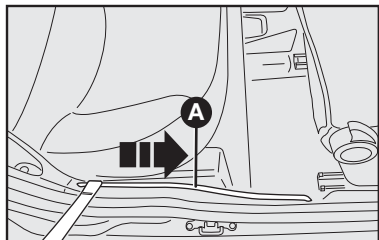

fig. 21
**percorrido toda a extensão da guia de movimentação A-fig. 21), Evitando folgas que possam afetar a funcionalidade do cinto, no evento de uma colisão.**